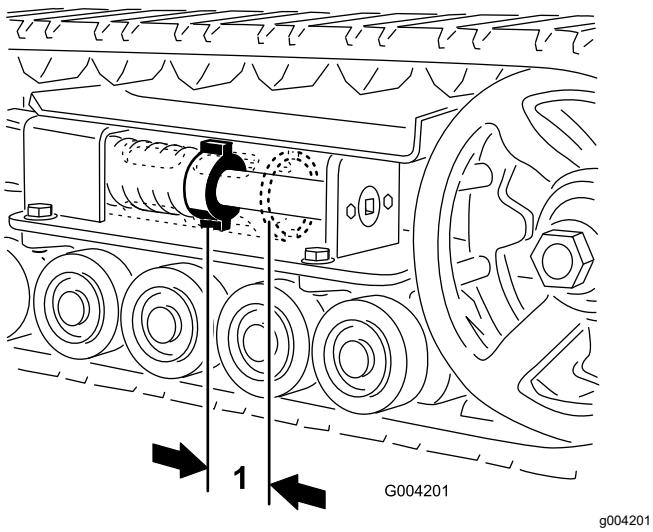

Figura 46
5. Utilizzando un cricchetto di trasmissione da $\frac{1}{2}$ ", ruotate la vite di tensione in senso antiorario, fino a quando la distanza tra il dado di tensione e la parte posteriore del tubo di tensione (Figura 46) non è pari a 7 cm.
Deve essere presente uno spazio di 7 cm tra il dado di tensione e la parte posteriore del tubo di tensione (Figura 46). In caso contrario, regolare la tensione dei cingoli eseguendo la procedura di seguito riportata:
12. Ruotate la vite di tensione in senso antiorario, fino a quando la distanza tra il dado di tensione e la parte posteriore del tubo di tensione (Figura 46) non è pari a 7 cm.
18. Ruotate la vite di tensione in senso antiorario, fino a quando la distanza tra il dado di tensione e la parte posteriore del tubo di tensione (Figura 46) non è pari a 7 cm.